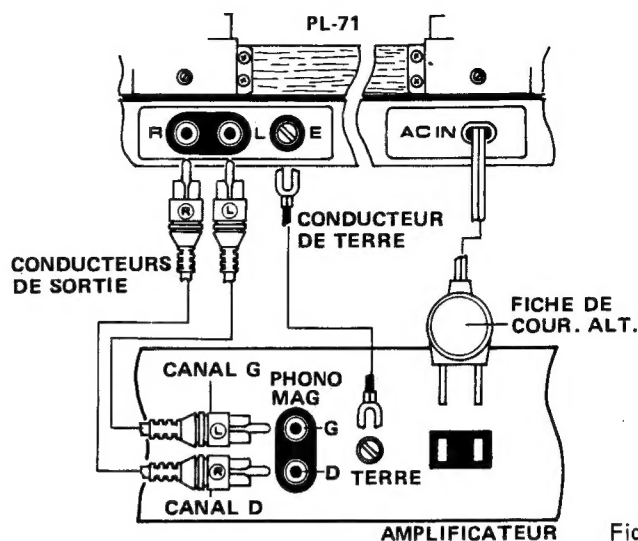

Fig. 18
1. Les cordons de connexion du PL-71 sont marqués L (gauche) et R (droit); les raccorder aux bornes PHONO MAG droite et gauche de l'amplificateur stéréo (Fig. 18).